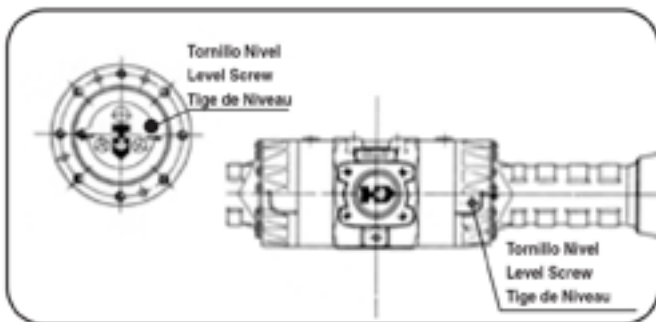

Fig. 10
- 6) Soltar el tornillo nivel del diferencial (Fig. 10) y comprobar si el aceite rebosa por el agujero. En caso contrario reponer hasta que alcance el nivel del agujero.
- 7) Girar la rueda a la posición de la Fig. 10 y soltar el tornillo nivel. Operar igual que en el punto anterior.
- 6) To do this, release level screw (Fig. 10). The oil must overflow out of the filling hole. Unless this happens, add oil up to the level of the filling hole.
- 7) Turn the wheel to Fig. 10 position and release the level screw. Operate the same as above paragraph.
- 6) Pour cela, lâcher la vis de niveau (Fig. 10) et vérifier si l'huile déborde par le trou. En cas contraire, ajouter d'huile jusqu'à atteindre le niveau du trou.
- 7) Lâcher la vis de niveau de la réductrice Fig. 10 et opérer de même qu'un point antérieur.